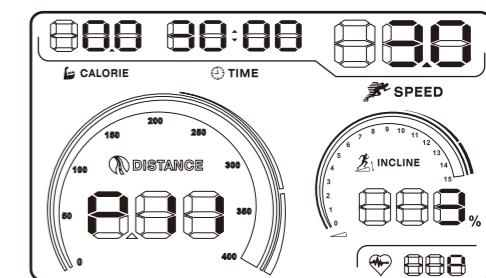

图41
2. 连续按下面板上Training Prog键 ，直至屏幕上出现P11字样，时间窗口闪烁，默认时间为30分钟，您可以通过SPEED（速度）的+（增加）/-（减少）键调整时间。(图41所示)。